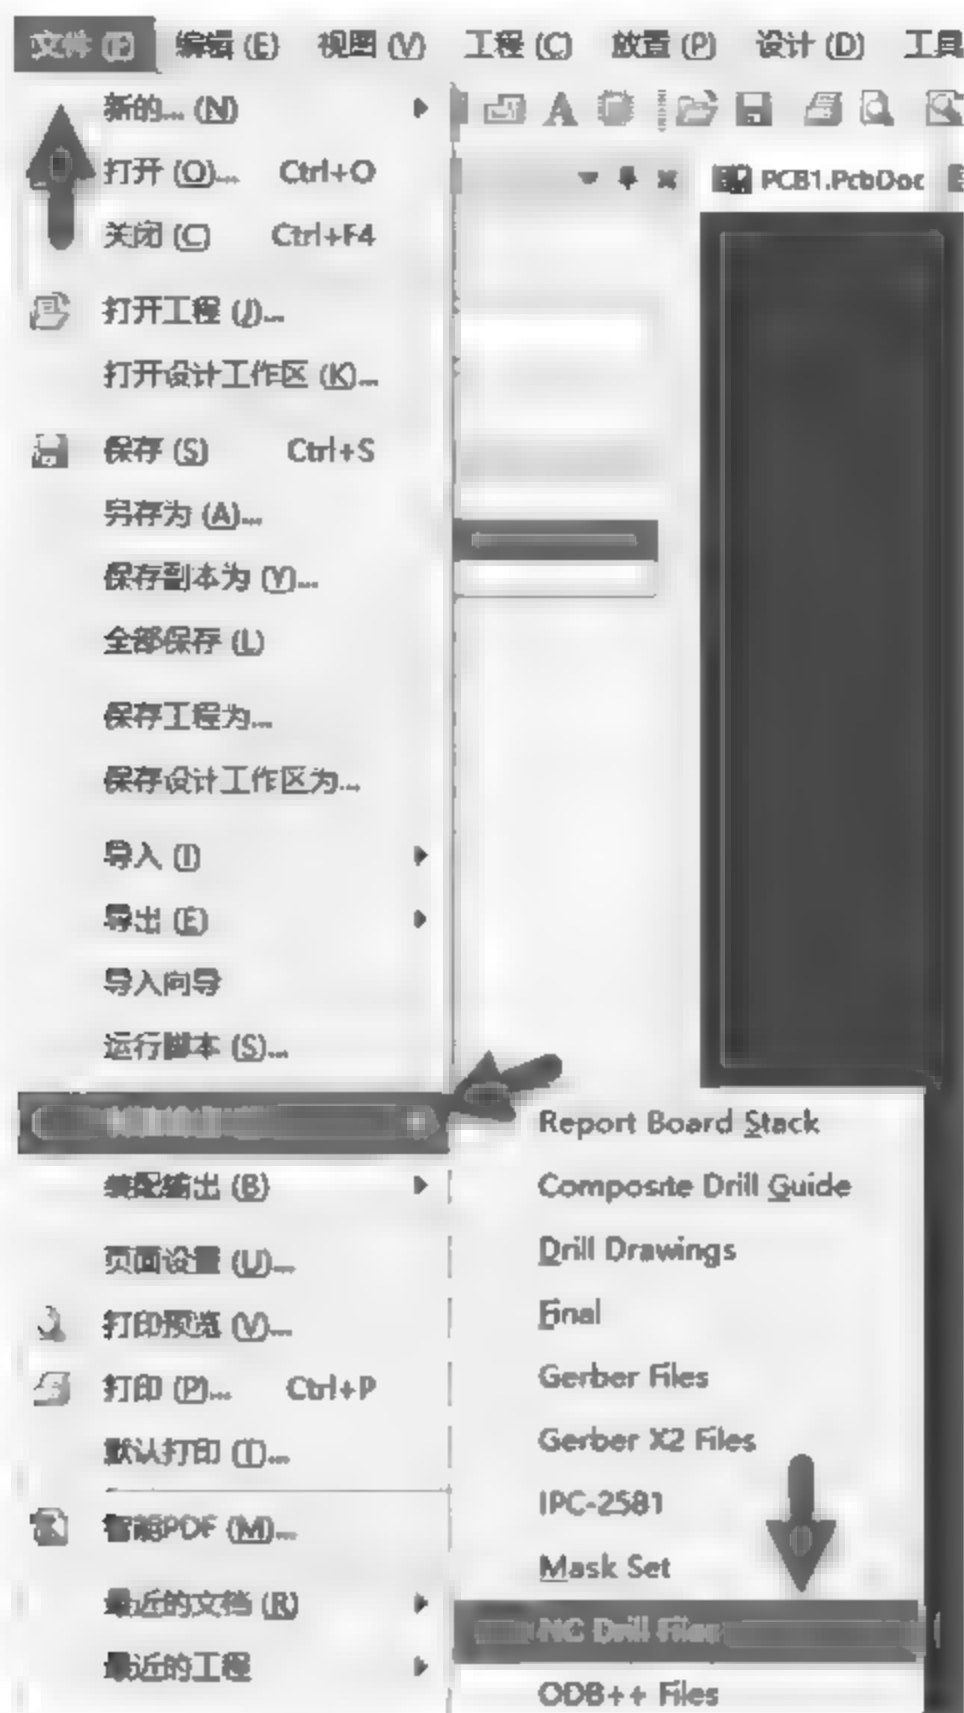

图 6-48 输出 NC Drill Files
(2) 输出 NC Drill Files(钻孔文件)。
① 切换回 PCB 编辑界面,执行菜单栏中“文件”→“制造输出”→NC Drill Files 命令,进行过孔和安装孔的输出设置,如图 6-48 所示。